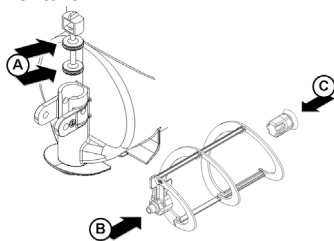

figura 13
**2** Lubrificare il pistone rubinetto, il raschiatore esterno e il giunto esagonale (nei punti A, B e C indicati in figura 13) utilizzando esclusivamente il grasso fornito dal fabbricante o altro **grassi per uso alimentare**.